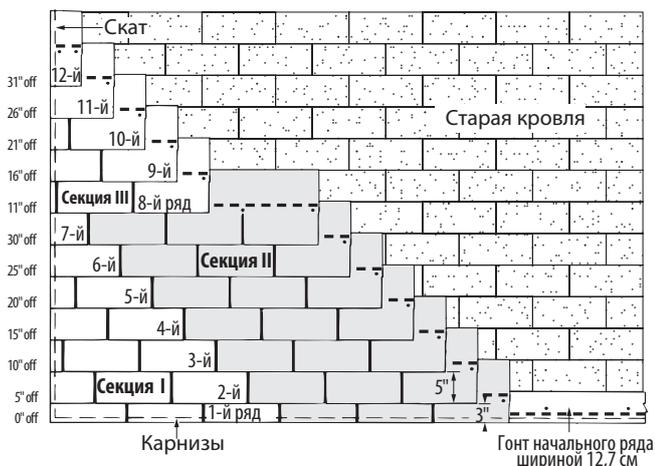

Рис. 10-21. Двенадцать вверх, на пять обрезка, встык.
1-й ряд: Первый ряд укладывается из полосовых гонтов размером 25,4 x 91,4 см, изготовленные путём обрезки язычков стандартных гонтов в нижней части на 5 см. Расположите верхний край полосовых гонтов таким образом, чтобы он соединился встык с язычками гонтов старого третьего ряда (Рис. 10-21).
1. В начале второго ряда отрежьте 12,7 см от левого края гонта и расположите его верхний край встык с кромкой гонта в старом четвертом ряду (Рис. 10-21).
1. В начале восьмого ряда отрежьте 27,9 см от левого края гонта и уложите оставшийся кусок шириной 63,5 см на гонт седьмого ряда, выровняв его по левому краю седьмого ряда (Рис. 10-21).